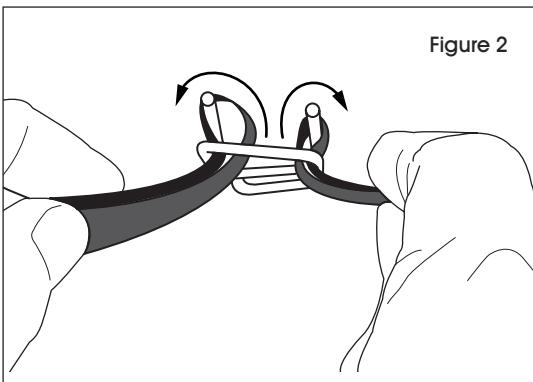

Figure 2
2. Wrap strapping around package. Loop strapping around remaining open leg of buckle. Pull loop tight around leg. (See Figure 2)
2. Enveloppez le feuillard autour du paquet. Placez le feuillard autour de l'autre patte ouverte de la boucle. Tirez fermement sur le noeud ayant été formé autour de la patte. (Voir Figure 2)